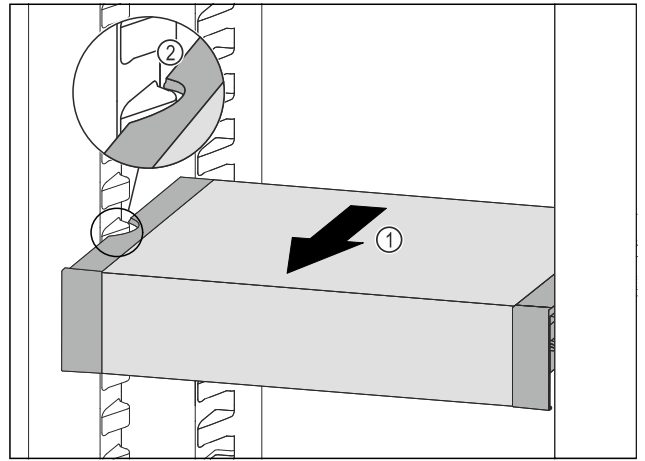

Fig. 45
- ▶ Потягнути VarioSafe вперед Fig. 45 (1), поки бокові заглиблення VarioSafe не опиняться на рівні ребра для резервуара в охолоджувальному відділенні. Fig. 45 (2)